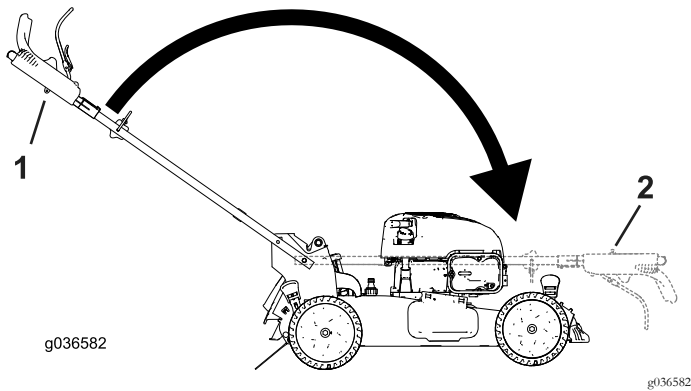

Figura 30
2. Piegate la stegola, ruotandola in avanti (Figura 30).